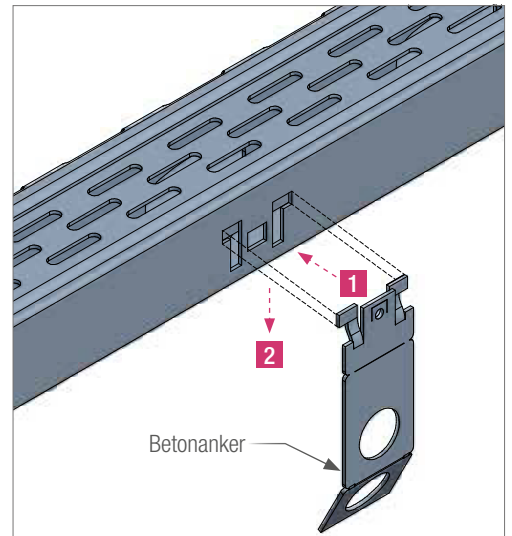
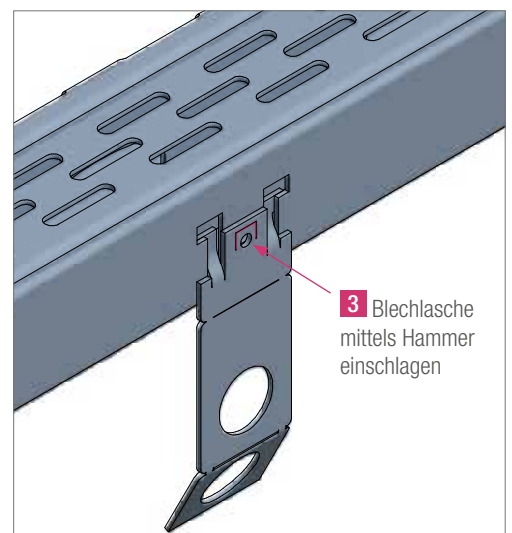

Abb. 17: Montage Betonanker - Betonanker einsetzen
Abb. 18: Montage Betonanker - Betonanker fixieren
- Falls die Betonanker genutzt werden sollen: Den Betonanker in die Aussparung einführen **1** und durch Ziehen nach unten **2** fixieren (s. Abb. 17). Hierdurch wird der Betonanker an der Rinne fixiert. Mittels Hammer die Blechlasche einschlagen **3**, somit wird der Betonanker endgültig fixiert (Abb. 18).